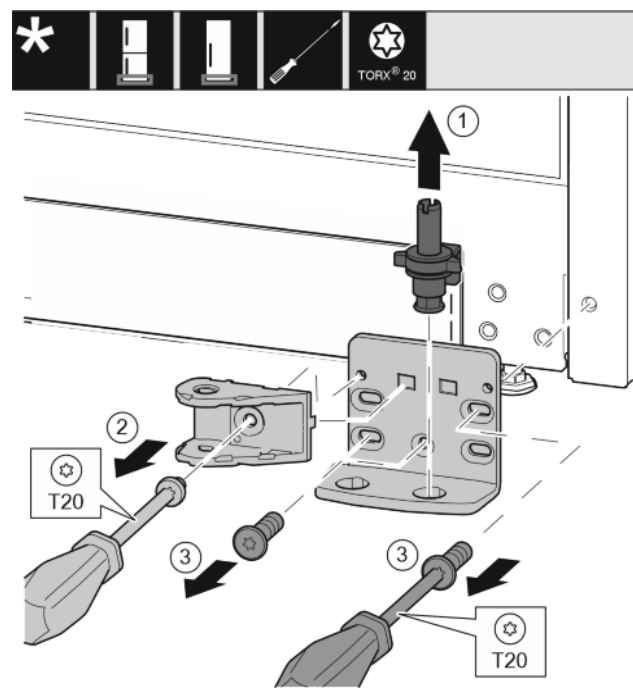

Fig. 27
- Sortir complètement l'axe de palier par le haut. Fig. 27 (1)
- Desserrer la vis avec le tournevis T20 et enlever le joint amortisseur de fermeture. Fig. 27 (2)
- Desserrer les vis avec le tournevis T20 et enlever le support de palier. Fig. 27 (3)